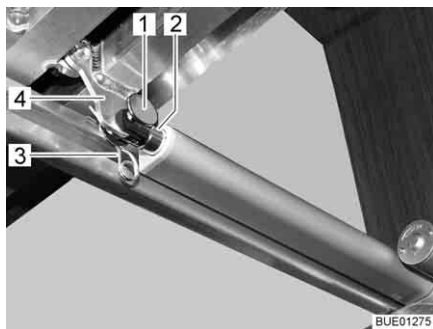

Fig. 114 Acionamento
- Separe a ligação (por ex. pino e contrapino (Fig. 114,1 e 3)) entre a biela (Fig. 114,2) e o estrado (Fig. 114,4).